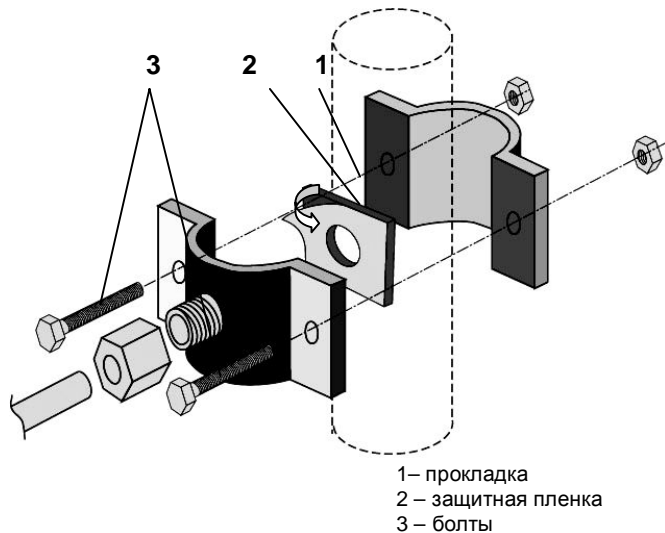

Рисунок 5. Дренажный хомут
9. Дренажный хомут (Рис. 5)	1 шт.
5.3 Установка дренажного хомута (Рис. 5)
- Снимите с прокладки (1) защитную пленку (2). Приклейте уплотнительную прокладку (1) с внутренней стороны хомута, так чтобы отверстие в прокладке совпало с отверстием в штуцере хомута
- Установите хомут, совместив отверстия в штуцере и дренажной линии, затем затяните болты (3). Болты следует затягивать равномерно, чтобы две части хомута располагались параллельно.